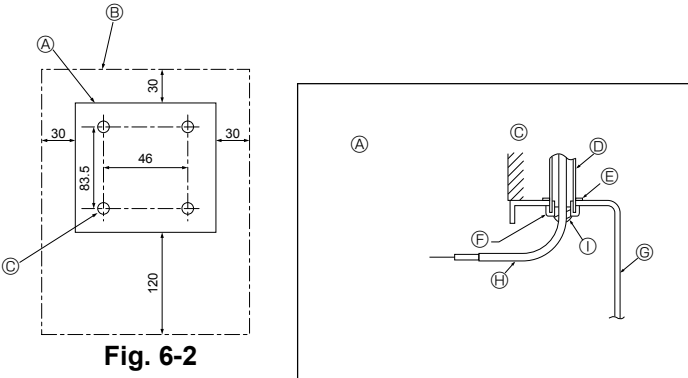

Fig. 6-2
(1) Uzaktan kumanda için bir montaj yeri seçin. (Fig. 6-2)
[Fig.6-2]